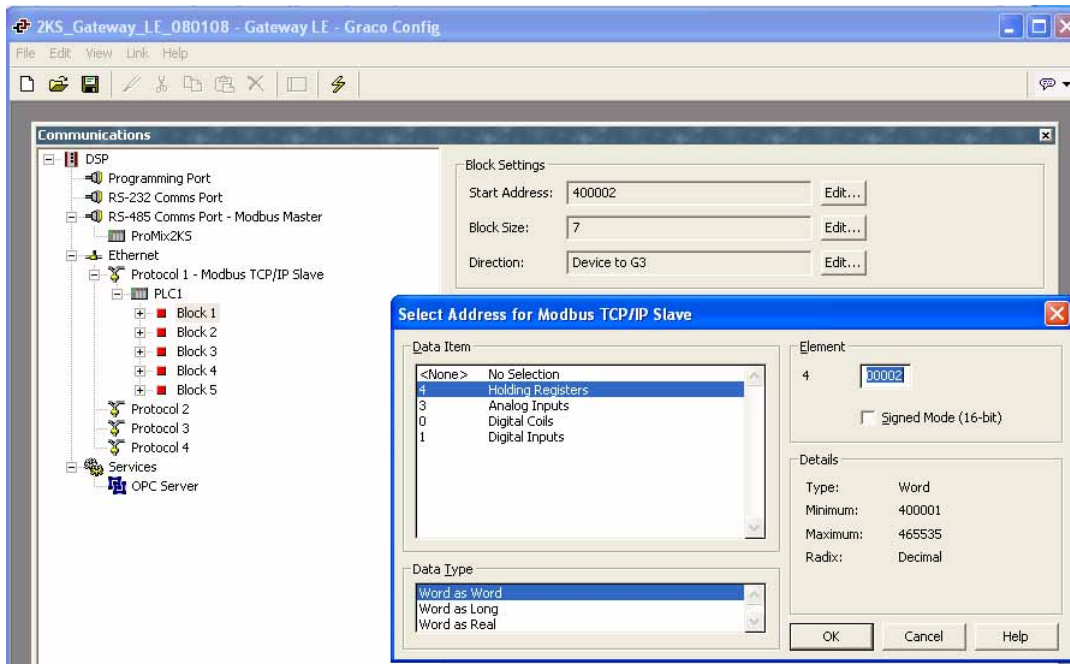

ABB. 22: Zuordnen von Gateway-Blöcken
1. Siehe ABB. 22. Den Block für die Datenzuordnung auswählen. Auf die Schaltfläche „Edit“ (Bearbeiten) neben dem Feld „Start Address“ (Startadresse) auf der rechten Fensterseite klicken. Das Fenster „Select Address“ (Adresse auswählen) wird geöffnet.